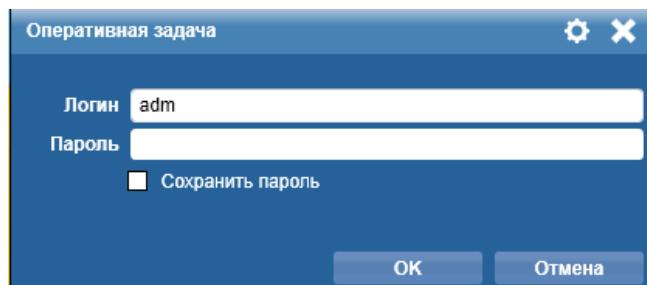

Рисунок. 1. Диалоговое окно авторизации в приложении Оперативная задача.
В открывшемся диалоговом окне (Рис.1) необходимо заполнить поля логин и пароль и нажать кнопку **Ок**. При запуске в поле **логин** можно ввести “adm”, а поле **пароль** оставить пустым (См. 1.1). В случае неверного ввода логина или пароля, приложение не будет запущено. Используемый пароль может быть сохранен с помощью функции **Сохранить пароль**.
– Кнопка  – **Сменить пользователя** позволяет открыть окно авторизации в приложении **Оперативная задача** (Рис. 1), в котором в соответствии с настройками, произведенными в приложении **Администратор**, можно передать мониторинг системы другому пользователю, например, при передаче смены дежурства.